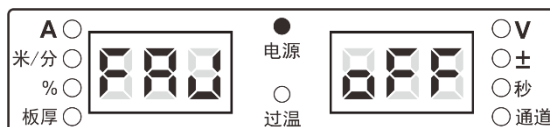

图 3-15 FAJ 显示界面
1. 进入内部菜单，调节焊接电源面板旋钮至 FAJ，数码管显示如图 3-15 所示。